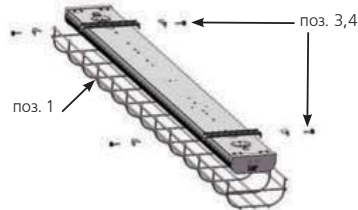
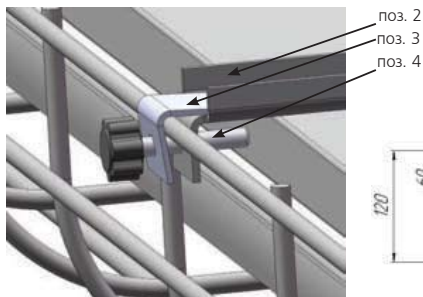

Рис. 2
Рис. 3
- 6. Установить на кронштейны сетку поз. 1 и закрепить её с помощью угольников поз. 3 и специальных винтов поз. 2 (см. рис. 2 и рис. 3).